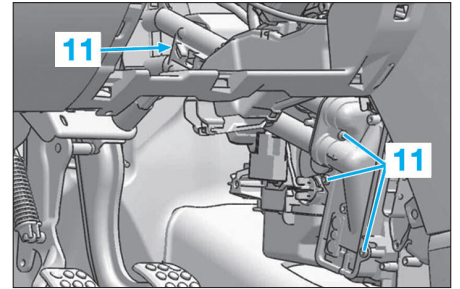

FIG. 24
- Déposer les écrous de fixations (7) et extraire la pédale d'accélérateur.
- Déposer l'agrafe (6), puis extraire la buse d'air (9).
- Déposer les vis (11) (Fig.24).